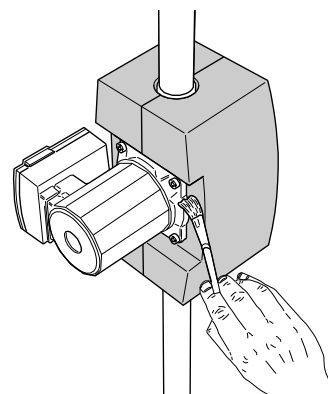

Рис. 2.6
**Рис.2.6:** Нанесите тонкий слой клея Armaflex 520 на фланец мотора с лентой Armaflex и на склеенную поверхность теплоизоляции ClimaForm. Надавите на склеенную поверхность над фланцем мотора .